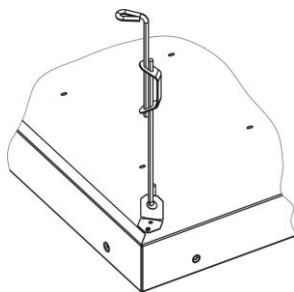

Рис.5
Светильники серии TLGR устанавливать согласно Рис.5
- 6.3. Светильник после распаковки установить в потолок. Светильники серии TLGR устанавливать согласно рис.5. Светильники серии TLC-1 устанавливать в рамку потолка на рассеиватель.